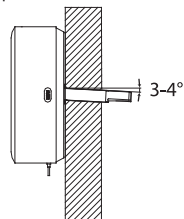

Рис. 3
- Установите угол наклона коронки таким образом, чтобы отверстие имело уклон 3-4° вниз в сторону улицы, как показано на Рис. 3, для того, чтобы осадки не смогли попасть с улицы внутрь помещения.